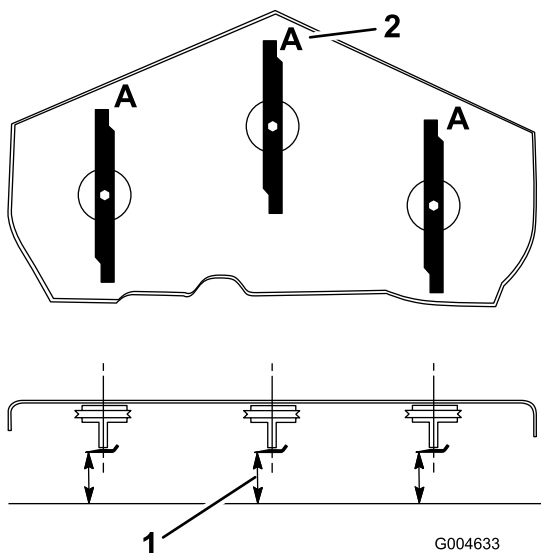

Figura 66
3. Rode as lâminas até as suas extremidades se encontrarem viradas para a frente e para trás (Figura 66). Meça desde uma superfície nivelada até à extremidade de corte, posição **A**, das lâminas (Figura 66). Anote esta medida.